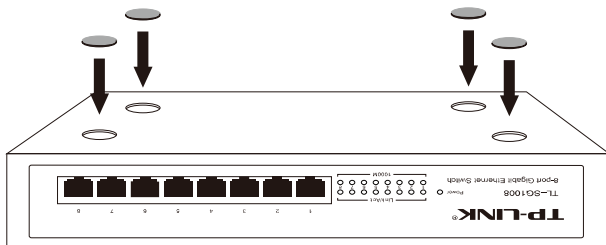

图3-1 脚垫安装示意图
2. 逐个揭去4个脚垫的胶面保护纸，分别粘贴在位于机壳底部四角的圆形凹槽中。如图3-1所示。